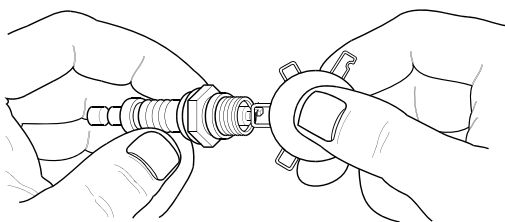

Рисунок 4-3: Регулировка зазора свечей зажигания
5. Проверьте зазор между свечами зажигания с помощью проволоочного калибра толщины. См. Рисунок 4-3. Отрегулируйте зазор, аккуратно отогнув заземляющий электрод на указанную величину.